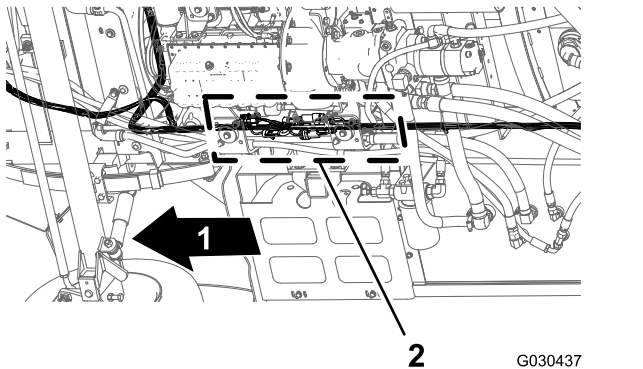

图 86
1. 沿着机器下方的右机架管找到机器前后线束的电气接头图 86。